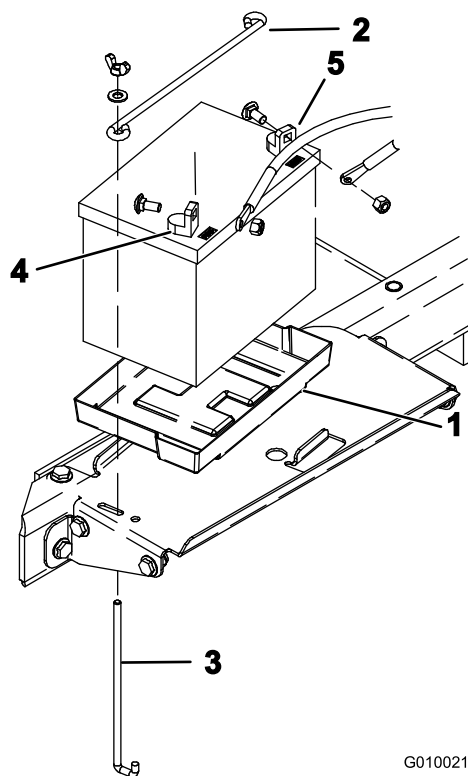

図 6
8. バッテリー・ボックスのトレイにバッテリーを載せる（図 6）。この時、端子が車体の外側へ向くようにする。
9. 横棒（2 本）、縦棒（2 本）、平ワッシャ、と蝶ネジ（2 個）でバッテリーを固定する（図 6）。
10. プラス（赤）ケーブルをプラス（+）端子に、ボルトと蝶ナットで固定し（図 6）、次に、マイナス（黒）ケーブルをマイナス（-）端子に接続し、ボルトと蝶ナットで固定する（図 6）。ショート防止のために（+）端子にゴムキャップをかぶせる。